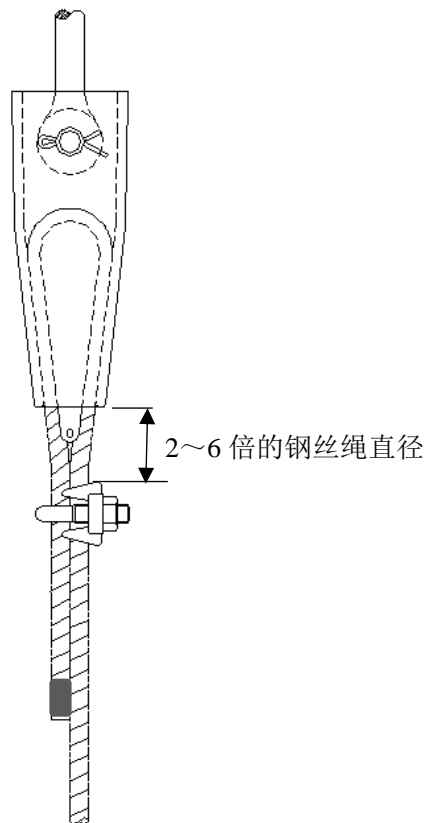

图4 钢丝绳夹的固定位置
- g) 对已受载荷的钢丝绳，在调整绳头组合高度前，宜在离楔套前端 2~6 倍钢丝绳公称直径的位置使用钢丝绳夹进行固定，见图 4；当采用 GB/T 5976—2006 规定的钢丝绳夹时，应选用与钢丝绳直径相匹配的绳夹型号，绳夹座应扣在钢丝绳的工作段上，U 形螺栓应扣在钢丝绳的尾段上，见图 5；当采用其它形式的钢丝绳夹时，绳夹的安装方法应符合电梯制造单位提供的安装指导文件。